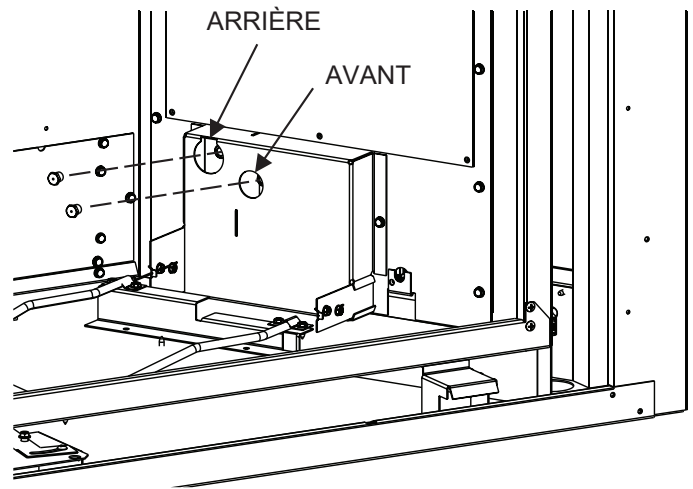

Figure 4
6. Utiliser un jeu de douilles longues de 7/16 po pour retirer les orifices. **Voir Figure 4.**